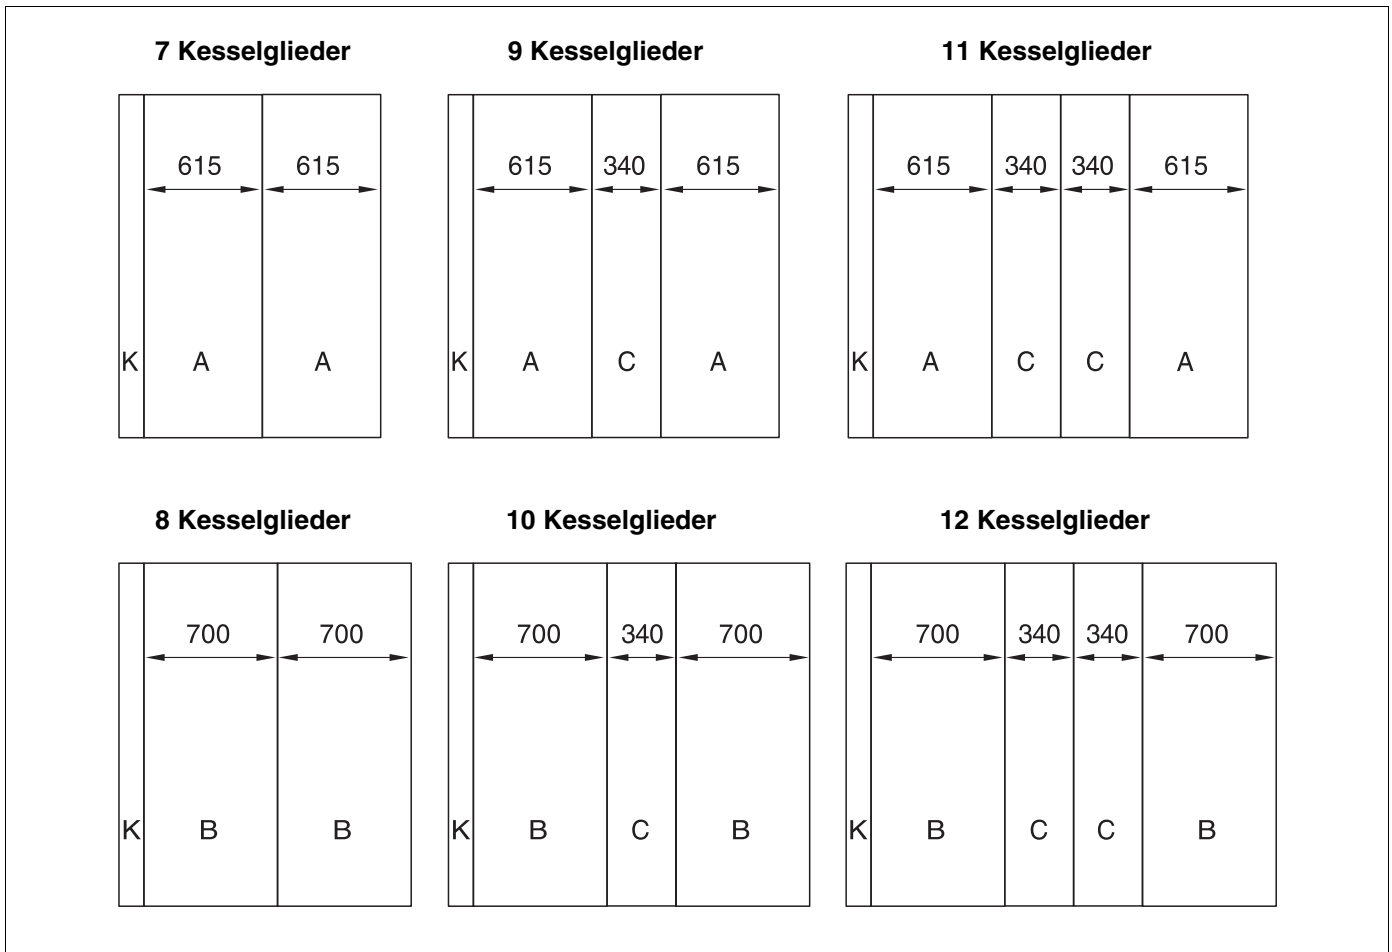

Abb. 48 Anordnung der Seitenwandteile bei den verschiedenen Kesselgrößen (Maße in mm)
- Montieren Sie alle Seitenwände gemäß dem Anord-nungsplan (Abb. 48).